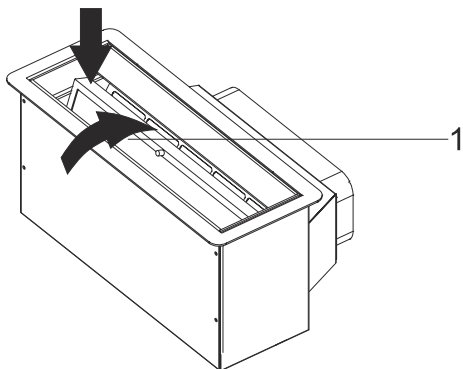

Fig. 8: Påmontering av fettfilter
10. ➤ Efter rengöring av fettfiltret, lägg tillbaka det i behållaren (Fig. 8).
11. ➤ Sätt in fettfiltret i behållaren enligt de två pilarna. (Fig. 8).